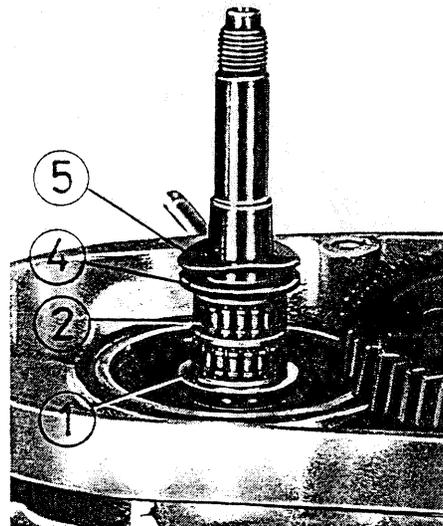

Fig. 271. Principe de montage du disque récepteur d'embrayage
Le dispositif de mesure 05-ML 13-4 sert à déterminer le jeu axial qui existe. A cet effet, on met en place le dispositif de mesure sans rondelle Grower (5) et sans heurtequin (4) (fig. 271).
Il est possible de régler le jeu axial avec les cales d'écartement (1) (fig. 271).
- Mettre en place l'embrayage. La rondelle Grower (5) au-dessous de l'embrayage assure l'ajustement serré du heurtequin (4) par sa force élastique (fig. 271). La tension initiale de la rondelle Grower est bonne lorsque l'embrayage introduit n'est pas encore solidement ajusté dans le cône et bascule légèrement (avant son serrage).